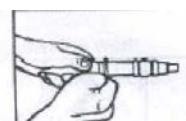
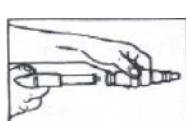

Рис.3
Рис.4
9.2. Снять с наконечника пружину U-формы и вытащить наконечник с направляющей крепежа (см. рис.3 и рис.4).